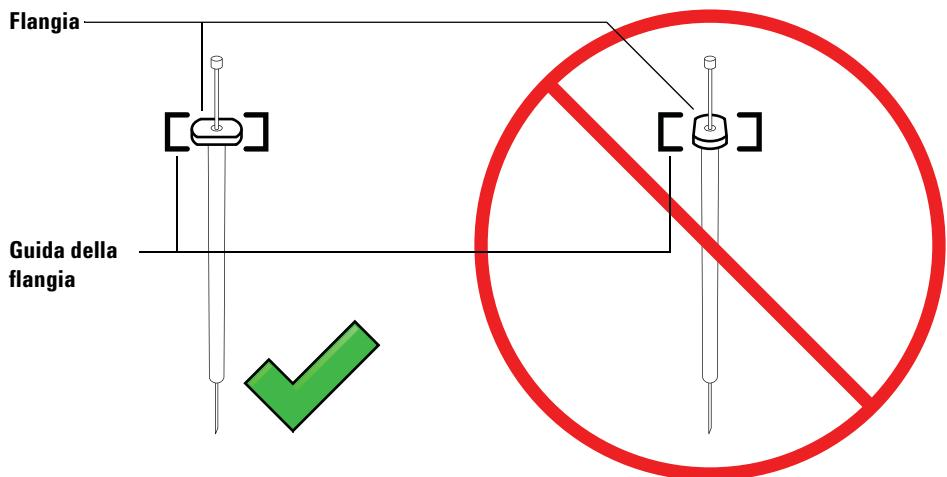

Figura 41 Orientamento della flangia della siringa
- 7** Allineare la flangia della siringa alla guida della flangia e inserire la siringa tenendo l'ago nel foro della base di supporto. Assicurarsi che il bordo piatto della flangia della siringa sia rivolto verso l'esterno (**Figura 41**).